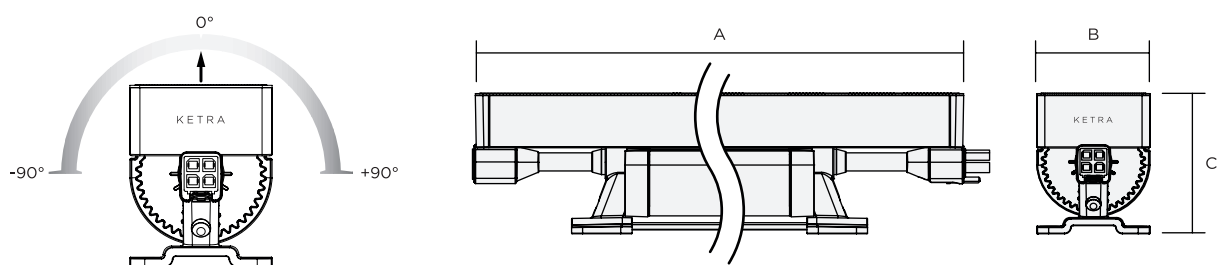

fig. 6
- Le produit peut pivoter à 180 degrés pour permettre de diriger le faisceau. Notez que lors de la rotation, la hauteur et la largeur de l'espace requis pour l'installation peuvent changer (voir la fig. 6).